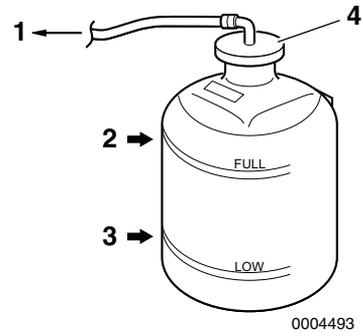

Abbildung 12
6. Kühlmitteleinlassstand im Ausgleichsbehälter überprüfen. Der Stand muss an der Markierung FULL (**Abbildung 12, (2)**) sein.
7. Nehmen Sie den Deckel des Ausgleichsbehälters ab (**Abbildung 12, (4)**), um bei Bedarf Kühlmitteleinlass nachzufüllen. Kein Wasser nachfüllen.
9. Überprüfen Sie den Gummischlauch (**Abbildung 12, (1)**) zwischen Ausgleichsbehälter und Kühlmittelbehälter / Wärmetauscher. Bei Beschädigungen auswechseln.